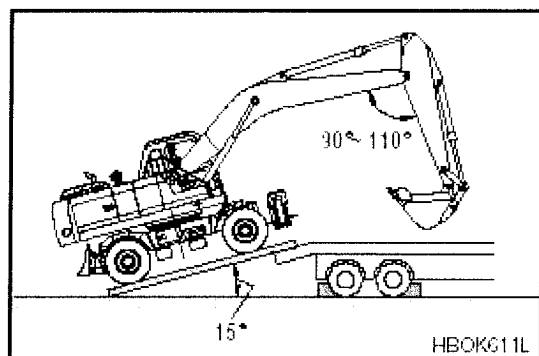

Figura 2
1. Asegúrese de aparcar el remolque en una superficie firme y uniforme (Ver Figura 2).